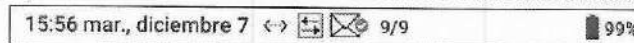

Figura 48: Transmisión de los resultados de los análisis enviada
**NOTA:** Si está activado el **Envío Automático**, el instrumento enviará automáticamente los resultados del análisis a la red y se mostrará  (Transmisión de los resultados de los análisis enviada) que indica que la transmisión se ha efectuado satisfactoriamente (Figura 48).